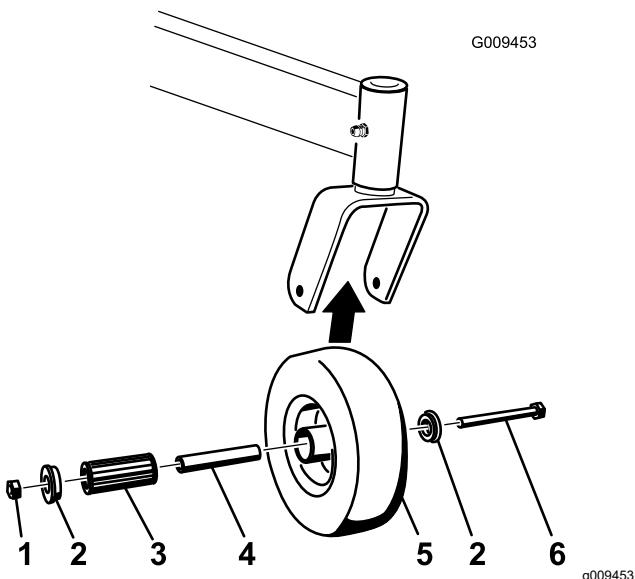

Figure 60
1. Enlevez le contre-écrou et le boulon qui fixent la roue pivotante à la fourche (Figure 60).
2. Enlevez une bague, puis sortez la douille pour clé et le roulement à rouleaux du moyeu de roue (**Figure 60**).
3. Enlevez l'autre bague du moyeu, puis nettoyez la graisse et les saletés éventuellement présentes dans le moyeu (**Figure 60**).
Remarque: Remplacez les pièces endommagées ou usées (**Figure 60**).
5. Placez une bague dans le moyeu (**Figure 60**).
6. Lubrifiez le roulement à rouleaux et la douille pour clé, et insérez-les dans le moyeu (**Figure 60**).
7. Mettez la deuxième bague dans le moyeu (**Figure 60**).
8. Fixez la roue pivotante dans la fourche à l'aide du boulon et du contre-écrou (**Figure 60**).
9. Serrez le contre-écrou jusqu'à ce que la base de la douille pour clé soit en appui contre l'intérieur de la fourche (**Figure 60**).